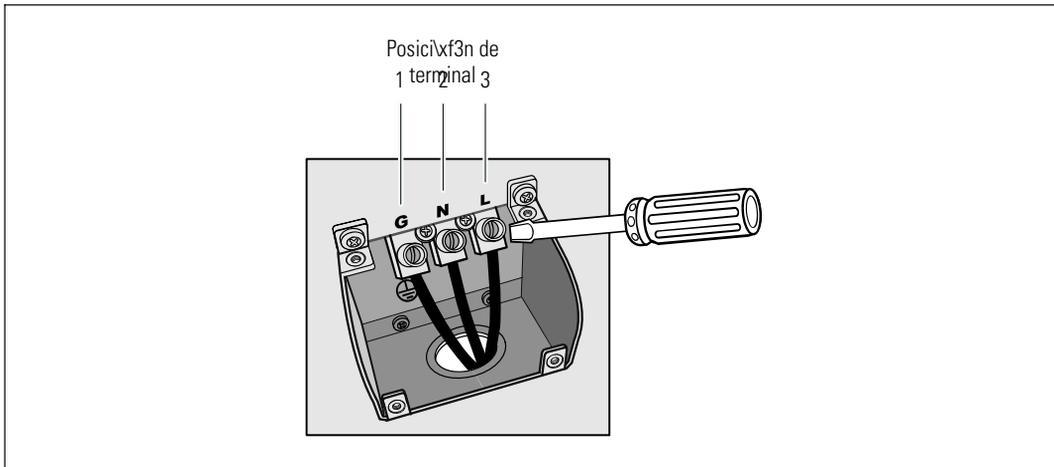

Figura 19. Extracción de la cubierta del bloque terminal
- 6 Conecte la entrada de cables a tierra y el bloque de terminales de acuerdo a la Figura 19 y a la Tabla 1.